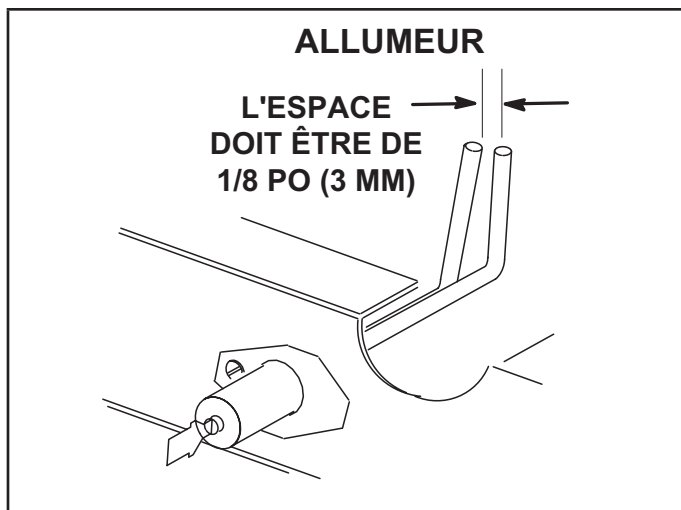

FIGURE 31
- 4 - Localiser l'allumeur sous les brûleurs de gauche. Vérifier l'écartement des contacts à l'aide de mèches hélicoïdales ou de jauges d'épaisseur de la taille appropriée. Voir FIGURE 31.